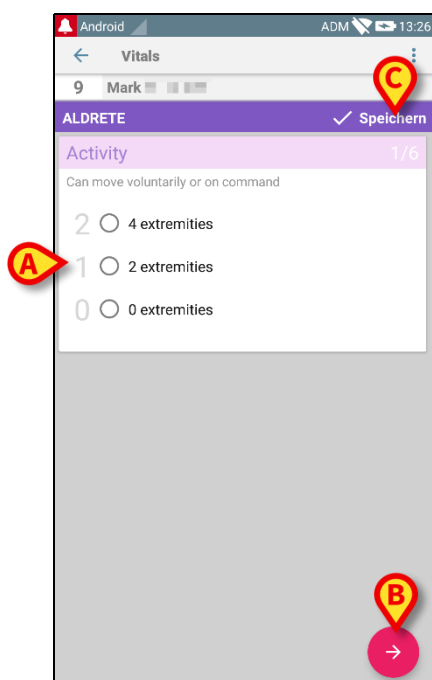
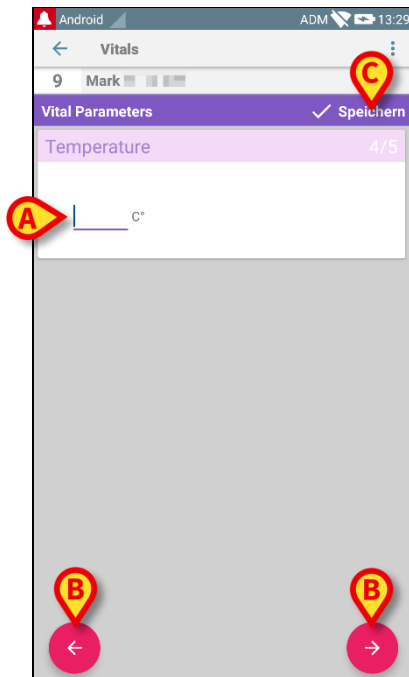

Abb. 52
Abb. 53
HINWEIS: die Merkmale der Bildschirmseite zur Eingabe von Daten sind von der gewählten Art des Datensatzes abhängig. Siehe Abb. 52 zum Beispiel.
Siehe Abb. 53 für ein weiteres Beispiel.
- Geben Sie den/die erforderlichen Wert/e auf jeder Bildschirmseite ein (Abb. 52 **A** und Abb. 53 **A**).
- Schalten Sie mit den Pfeiltasten, wie in Abb. 52 **B** und Abb. 53 **B** angegeben, zur nächsten/vorherigen Bildschirmseite.
- berühren Sie **Speichern**, um den Datensatz zu speichern (Abb. 52 **C** und Abb. 53 **C**). Die Option **Abbruch** schließt die Bildschirmseite zur Dateneingabe.